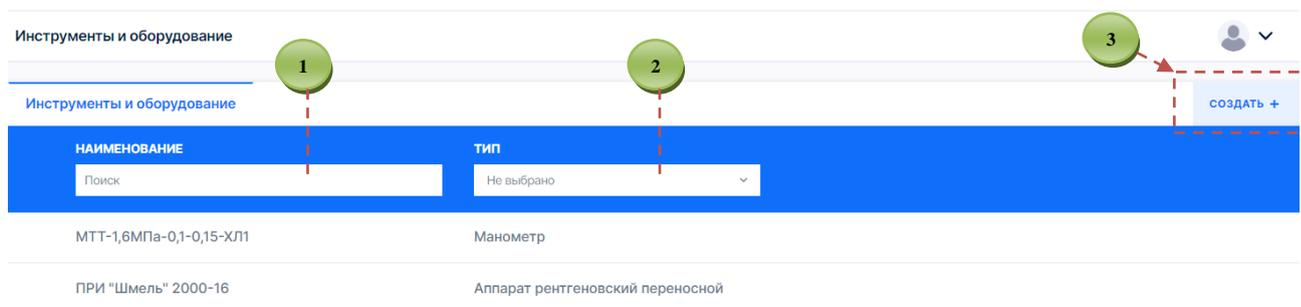

Рисунок 56. Форма списка «Инструменты и оборудование»
- Тип (на выбор из всплывающего окна: дефектоскоп, набор, люксометр, образцы шероховатости, радиографическая пленка, маркировочные знаки, мерительный пояс, канавочные эталоны чувствительности) **2** (рис. 56).